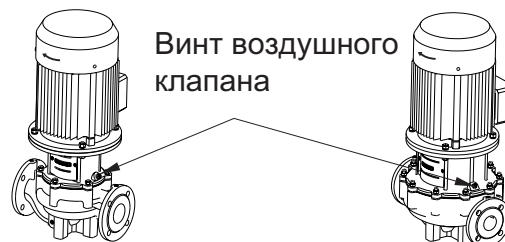

Рис. 3
- Воздушный клапан (Рис. 3) должен быть всегда обращен вверх.